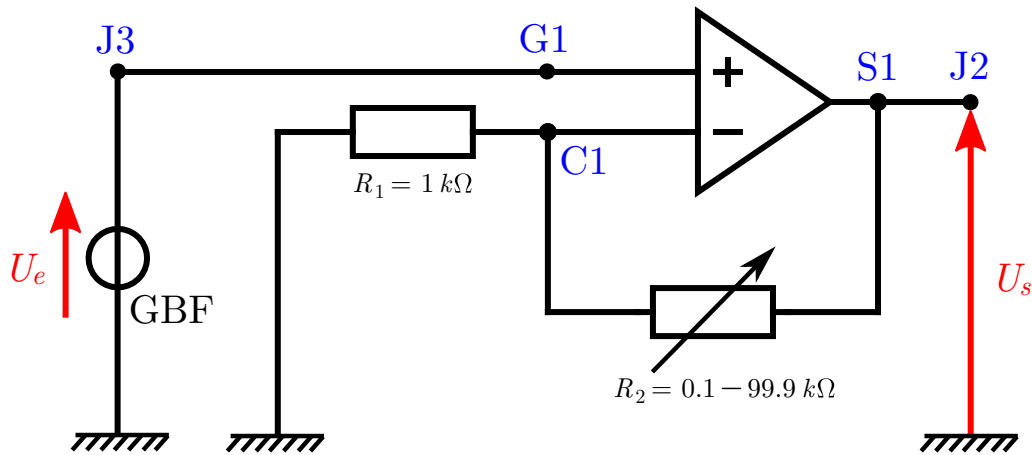

FIGURE 1 – Montage à AO non-inverseur.
- A l'aide d'une carte 2XAOP, on réalise un montage amplificateur non-inverseur, représenté en figure 1. Un tel montage réalise un gain statique G_0 entre tension d'entrée U_e et sortie U_s tel que :
- **Manip d'illustration** : on branche un GBF en entrée du montage (cf figure 1) tel que U_e soit une tension sinusoïdale de 300 Hz par exemple¹ (fréquence sonore typique). Afficher à l'oscilloscope simultanément U_e et U_s : on constate qu'il y a bien eu amplification en tension.